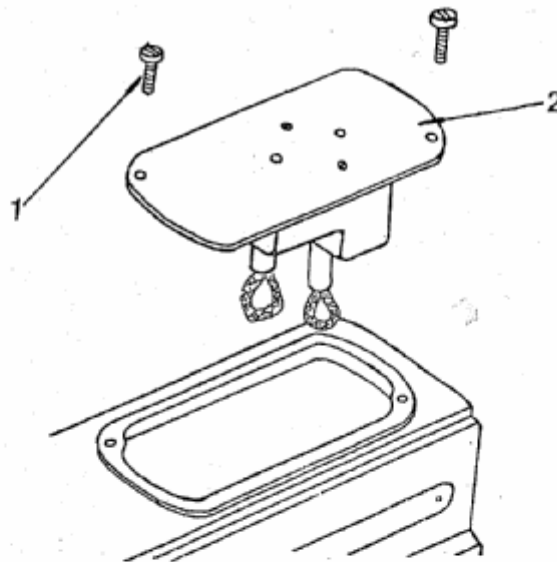

Рис. 16
СИНХРОНИЗАЦИЯ ИГЛЫ И СОБАЧКИ ТРАНСПОРТЕРА ТКАНИ (Рис. 16, 17)
1. Снимите крышку (3, Рис.16) и масляный резервуар (4, Рис.16)